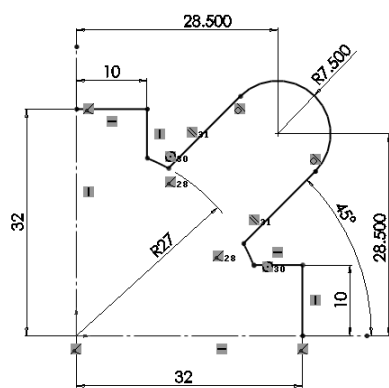

图 2-11 标注尺寸 2
**07** 标注尺寸。单击“草图”控制面板中的“智能尺寸”按钮, 标注尺寸 2, 如图 2-11 所示。